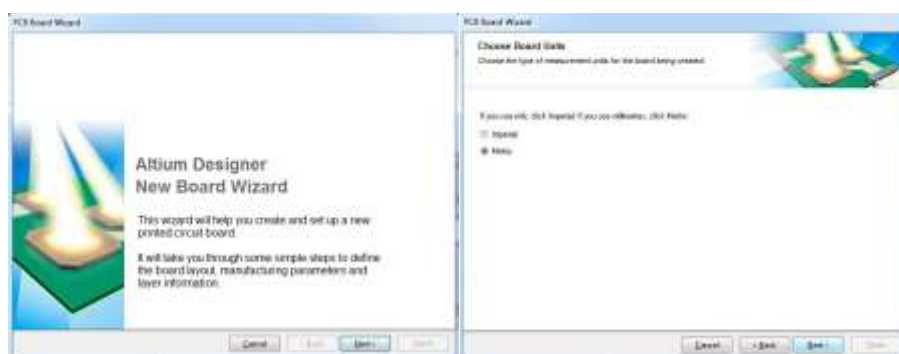

IMAGEN 23: WIZARD PARA CREAR PCB.
1. Primero pulse **PCB Board Wizard** y en la segunda ventana selecciones unidades métricas **Metric**, imagen 23.